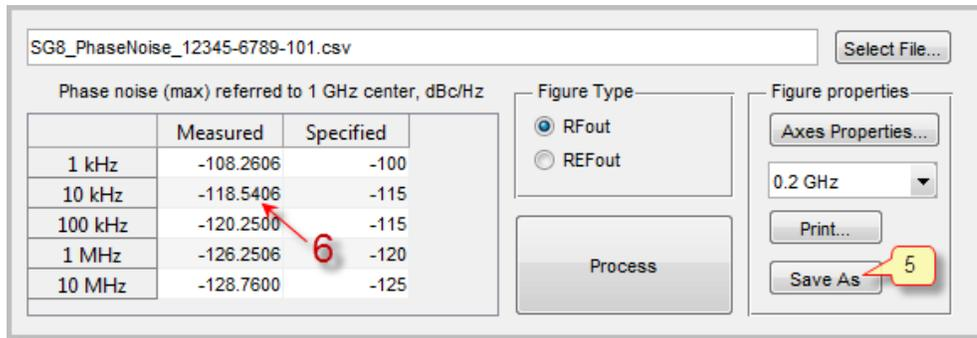

Рис. 19: Приложение **SG8\_TP\_PhaseNoise** – считывание максимальных значений фазового шума и сохранение графика
5. Сохраните график (поз. 5, рис. 19).